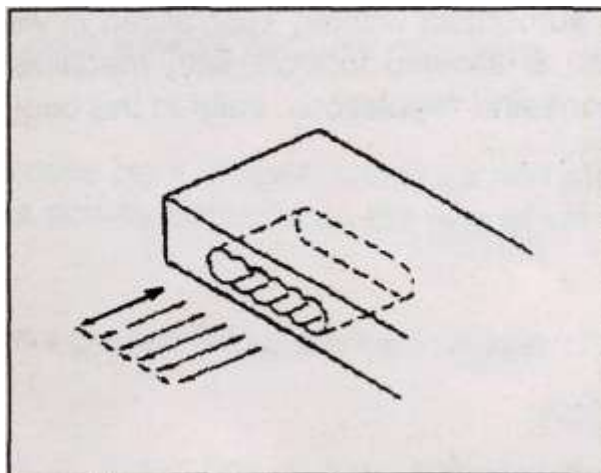

Рис. 4
1. В шпиндель станка установите сверло необходимого диаметра и просверлите отверстия по всей длине будущего паза. См. рис.4.